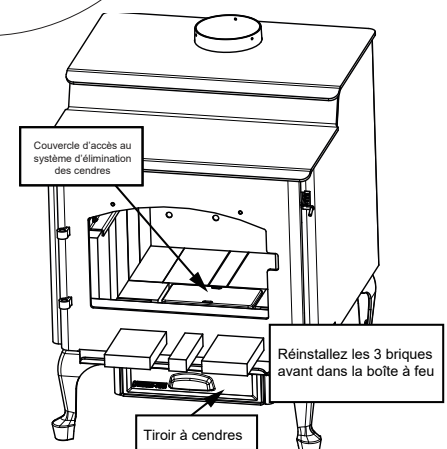

Figure 19.4
1. Remettez en place les 3 briques retirées auparavant (**Figure 19.4**).
3. Installez le couvercle d'accès à l'ARS à l'intérieur de la rainure située à l'intérieur de la boîte à feu (**Figure 19.4**).